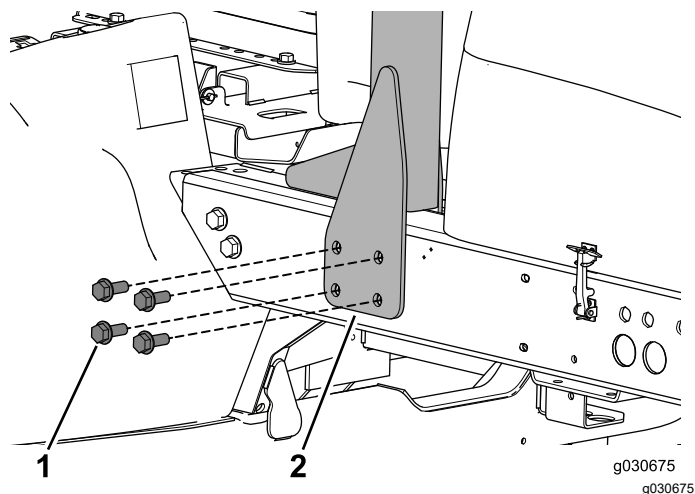

Figura 8
1. Retire os parafusos que prendem a barra de segurança ao lado esquerdo da máquina (Figura 8).